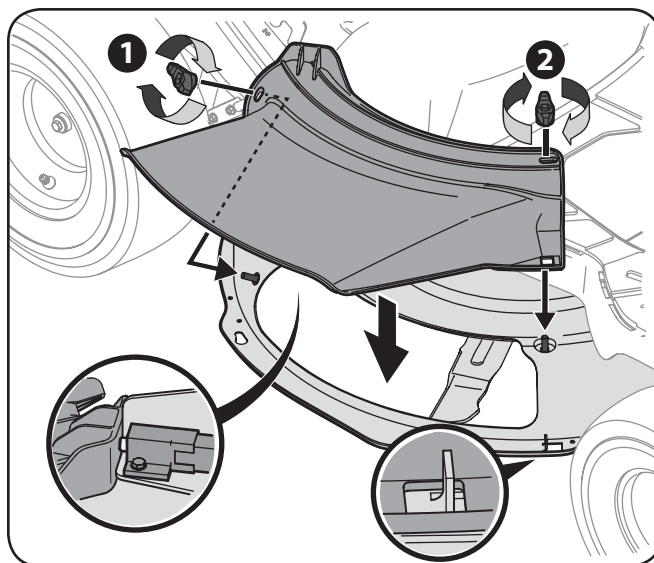

Figura 3-8
4. Con una llave de trinquete de 1/4 de pulgada y una llave de cubo de 3/8", sujete el soporte del asiento con los pernos autorroscantes que extrajo en el Paso 2. Vea la Figura 3-8.
2. Coloque el canal de la plataforma en la abertura de descarga de la plataforma. Los pernos prisioneros de la superficie de la plataforma calzarán a través de los orificios de la parte superior del canal de la plataforma. La pequeña lengüeta del borde de la plataforma calzará a través del recorte cuadrado de la parte inferior del canal de la plataforma. Vea la Figura 3-8.
3. Sujete el canal de la plataforma ajustando las perillas de aleta que extrajo antes. Vea la Figura 3-8.